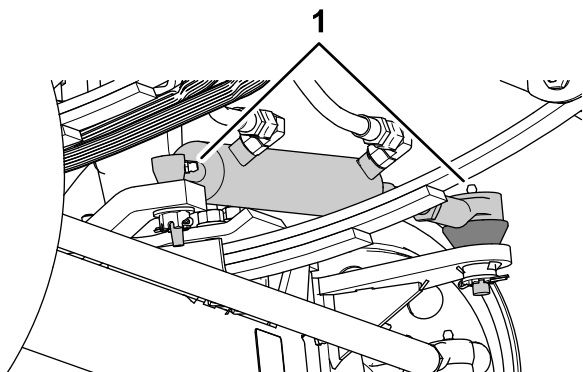
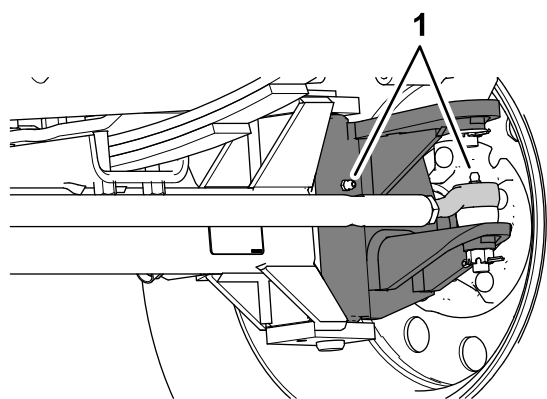

Figure 63
Figure 64
- Essuyez les graisseurs (Figure 63 et Figure 64).
- Injectez de la graisse dans les graisseurs (Figure 63 et Figure 64).
Remarque: Les emplacements des graisseurs sont illustrés à la Figure 63.